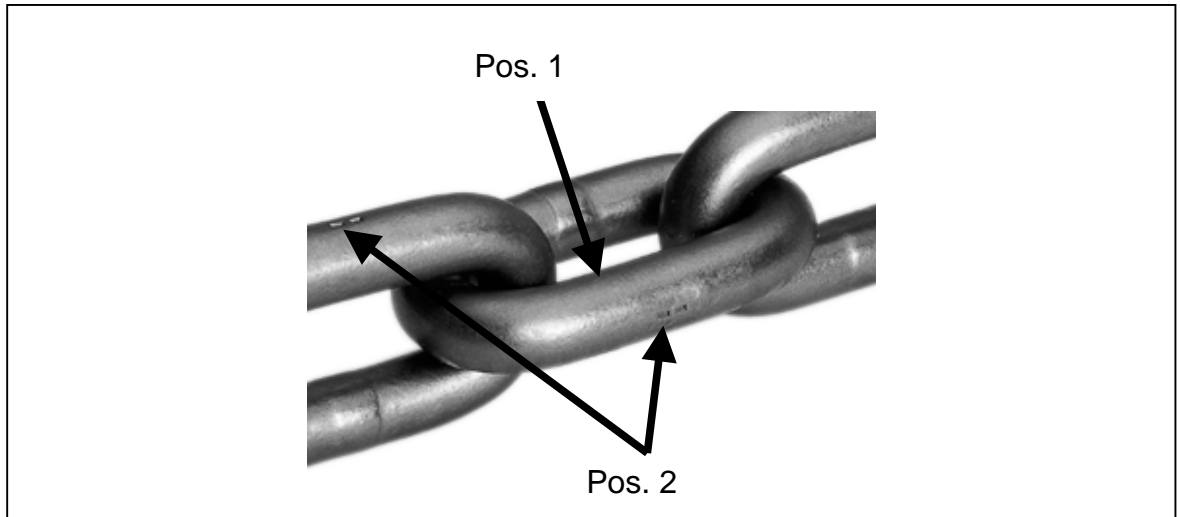

Fig. 2
**3.2 Chain Markings (Fig. 2)**